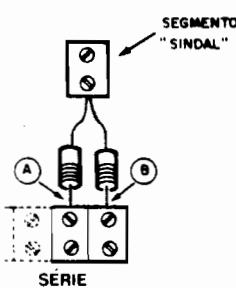

Fig. 7
- Na sequência, vá ligando os diversos resistores indicados na LISTA DE PEÇAS aos pontos (A) e (B), começando pelo valor mais elevado (22K) e indo até o de 100R. Note o progressivo "acendimento" do LED, com brilho cada vez maior (num ambiente não muito iluminado, é mais fácil "seguir" a luminosidade do LED e suas variações...).
- Faça também experiências com resistores em SÉRIE ou em PARALELO, ligados aos segmentos (A) e (B), verificando o resultado no brilho do LED (que será **sempre** proporcional à corrente existente no circuito...).
- FIG. 7 - Mostra, na prática, como resistores podem ser ligados em PARALELO ou em SÉRIE, aos pontos (A) e (B) da barra. Na condição SÉRIE, um único segmento "Sindal" pode ser usado, para promover a continuidade elétrica na "fila" de resistores, conforme mostra a figura...
- Para finalizar, ligue entre os pontos (A) e (B) um simples pedaço de fio condutor (não esqueça de remover o isolamento das extremidades do fio, com estilete ou canivete...). O